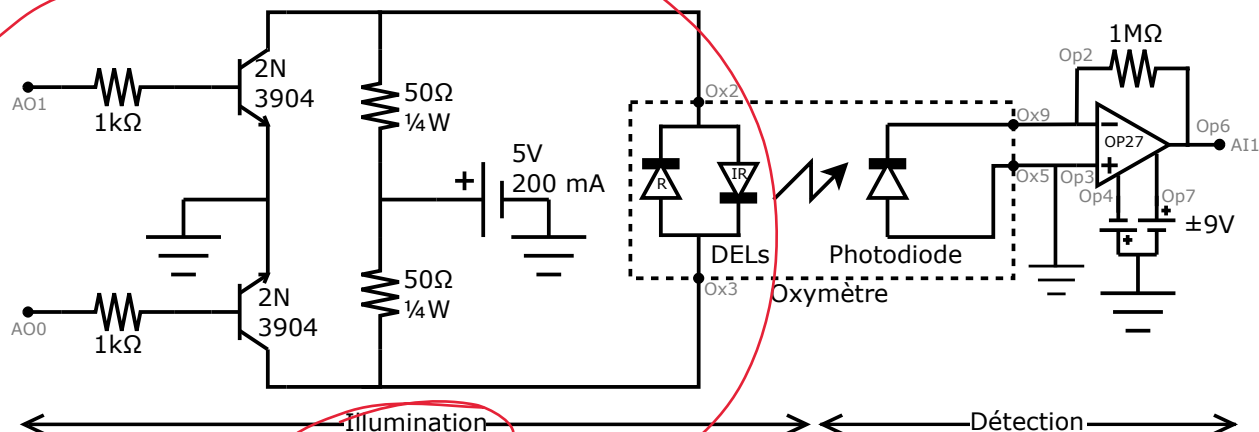
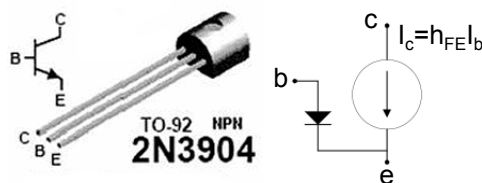

FIGURE 4 – Schéma du montage - Circuit
FIGURE 8 – Le transistor 2N3904
Le montage d'oxymétrie que vous utiliserez est composé d'une sonde, d'un circuit d'illumination, un circuit de détection et d'un bloc d'acquisition. Les données sont automatiquement traitées à l'aide d'une interface graphique Labview. Le circuit final est disponible à la figure 4.
L'objectif des manipulations est de faire clignoter en alternance deux DELs, une rouge et une infrarouge, tout en contrôlant leur intensité et en même temps, acquérir le signal provenant de la photodiode. Les diodes électroluminescentes se trouvent à l'intérieur de la sonde du côté de l'ongle. Une photodiode se trouvant de l'autre côté du doigt détecte l'intensité lumineuse qui traverse celui-ci. Les DELs sont branchées ensemble en polarisation inverse sur les broches 2 et 3 du connecteur de la sonde. Les broches sont identifiées par Ox2 et Ox3 sur le circuit de la figure 4. Vous devrez construire ce circuit plus tard. Notez que ces DELs sont plus efficaces lorsqu'on les fait clignoter rapidement et qu'on les fait travailler seulement le tiers du temps².
1. Faites le circuit de détection présenté à la figure 4 (partie de droite seulement). Pour le moment, ne branchez pas la broche 6 de l'amplificateur (Op6) à la carte, branchez-la plutôt à l'oscilloscope. Connectez également la broche 2 de la carte (sortie AO1) à l'oscilloscope tout en la laissant connectée à la broche 3 de l'oxymètre (Ox3). Ajustez d'abord le "trigger" de l'oscilloscope sur la broche 2 de la carte (sortie AO1). Autrement dit, vous aurez un canal qui affichera la tension fournie à l'une des diodes, et un autre canal qui affichera le signal amplifié qui est détecté par la photodiode. Les signaux sont-ils synchronisés ?
Pour fournir plus de courant aux DELs tout en gardant la possibilité de modifier activement la tension fournie à ces dernières, nous utiliserons des transistors. Un transistor est une composante électronique comprenant une base b , un émetteur e et un collecteur c (voir figure 8). Le modèle le plus simple pour un transistor est celui d'une valve limitant le courant au collecteur I_c et contrôlé par le courant à la base I_b . Lorsqu'on dépasse une certaine valeur de courant I_b , le transistor sera considéré comme complètement ouvert, c'est-à-dire que la résistance entre le collecteur et l'émetteur est considérée comme nulle. Autrement, les courants I_c et I_e seront régis par l'équation suivante :
où h_{FE} est le gain du transistor. Notez qu'à la figure 4, on désigne le transistor par 2N3904, la broche de l'émetteur est représentée par une flèche, la base par une ligne verticale, l'autre broche est le collecteur (voir aussi figure 8).
1. Faites le circuit d'illumination montré à la figure 4 (partie de gauche) et connectez le à la carte et à l'oxymètre.